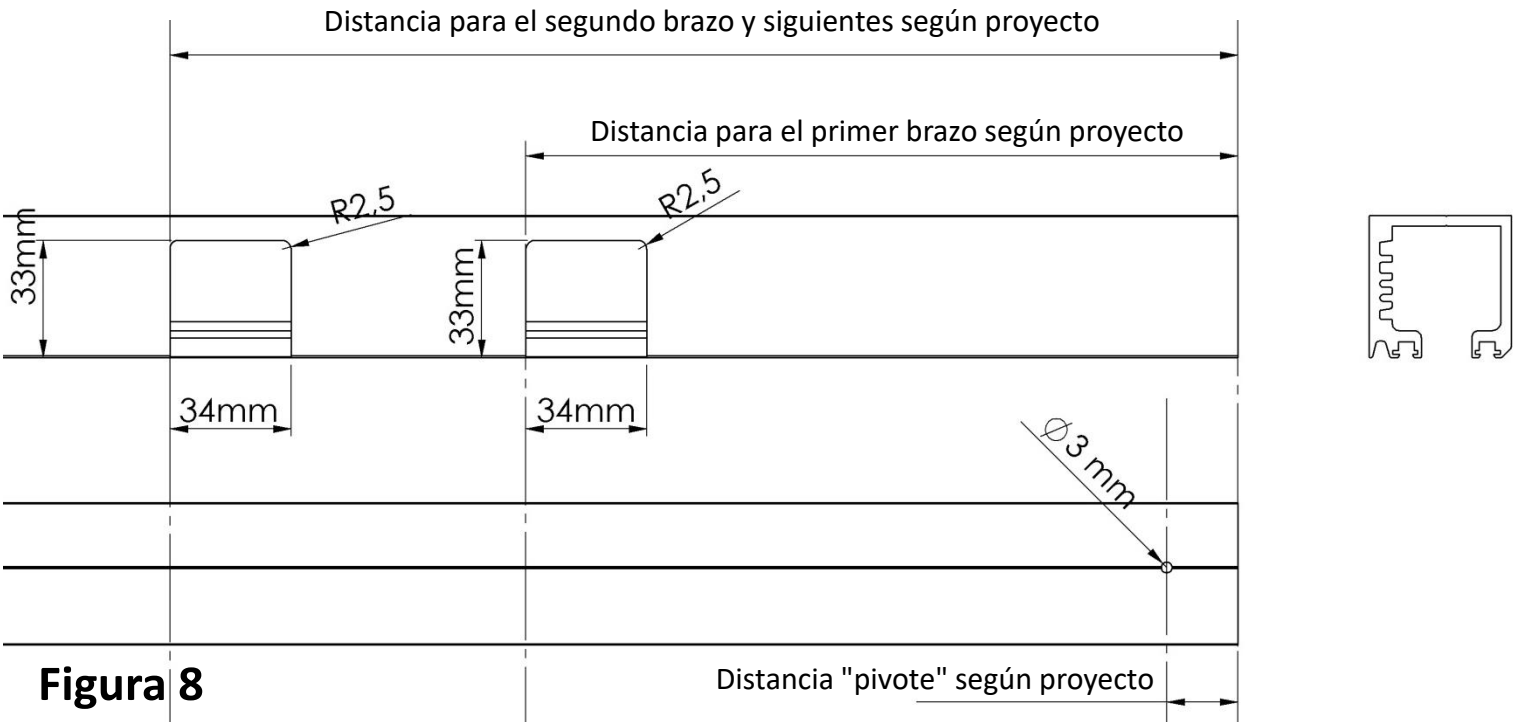

Figura 8
- Mecanizar, en el lado indicado (interior o exterior), un cajeado como el indicado en la figura 8, con fresa de **5mm** a la distancia indicada como "distancia para el brazo".